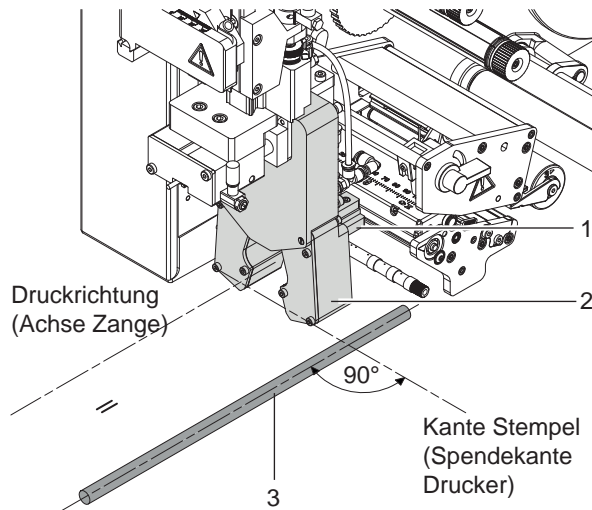

Bild 21 Ausrichtung des Werkstücks zum Stempel
1. Zylinderschrauben (1) lösen.
2. Zylinderbaugruppe (4) inklusive Stempel und Querträger auf der Schiene so verschieben, dass der Abstand der Stempelkante (9) zur Spendekante (10) wie in Bild 21 eingestellt ist. Orientierung: Skala (6) und Kante (5)
3. Zylinderschrauben (1) anziehen.